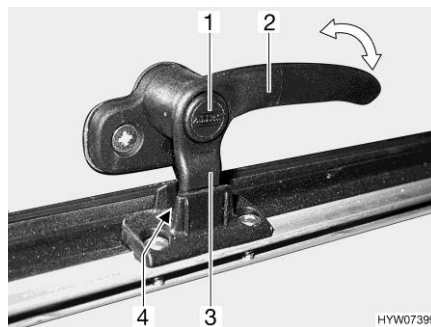
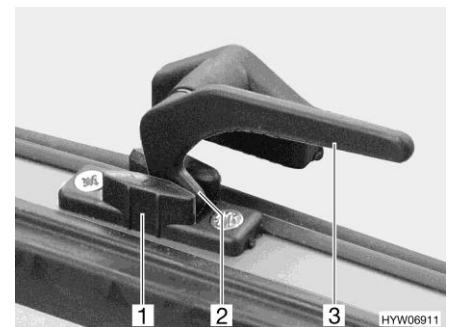

Bild 113 Verriegelungshebel mit Sicherungsknopf in Stellung "Dauerbelüftung"
Bild 114 Verriegelungshebel in Stellung "Dauerbelüftung"
- in Stellung "Dauerbelüftung" (Bild 113 und Bild 114)
- Wenn vorhanden, Sicherungsknopf (Bild 113,1) drücken und gedrückt halten.
- Den Verriegelungshebel (Bild 113,2 oder Bild 114,3) eine viertel Umdrehung zur Fenstermitte hin drehen.
- Den Verriegelungshebel wieder zurückdrehen. Die Verriegelungsnase (Bild 113,3 oder Bild 114,2) am Verriegelungshebel dabei in die Aussparung der Fensterverriegelung (Bild 113,4 oder Bild 114,1) einfahren.
- Wenn vorhanden, Sicherungsknopf (Bild 113,1) loslassen.